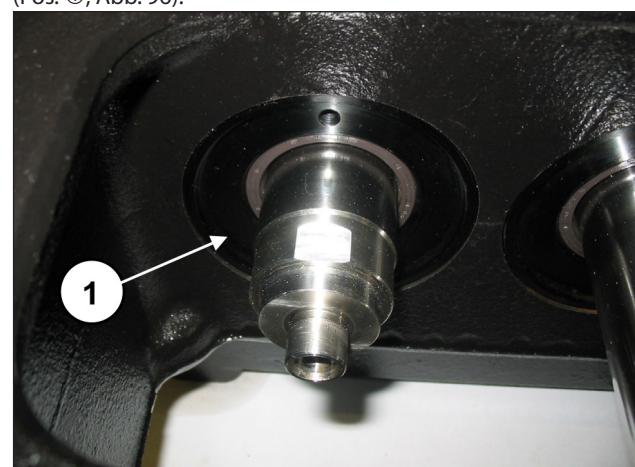
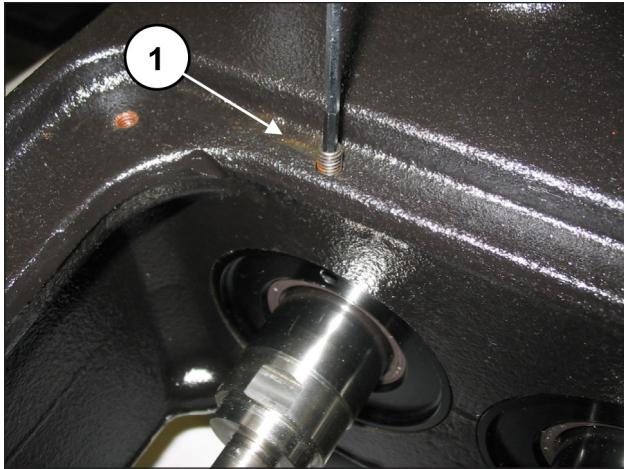

Abb. 95
Abb. 96
Bauen Sie die montierte Gruppe in den Gehäusesitz ein, überprüfen Sie den passgerechten Sitz des Deckels (Pos. ①, Abb. 95) und achten Sie darauf, nicht die Dichtlippe des radialen Dichtrings zu beschädigen. Befestigen Sie die Ölabbreifring-Deckel anhand von 2 Stiftschrauben M6x30 (Pos. ①, Abb. 96).